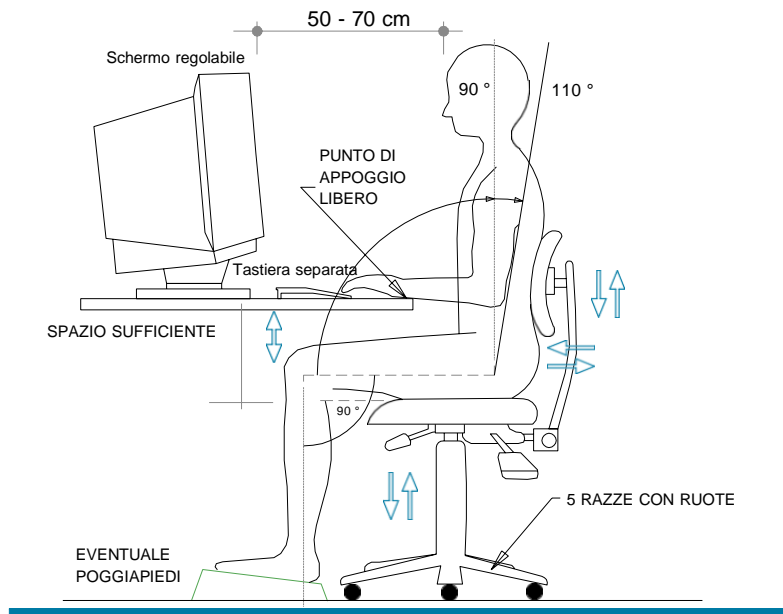

Figura 1 – POSTO DI LAVORO
- Con gli schermi comunemente in uso è consigliabile una distanza visiva compresa tra 50 e 70 cm (vedi figura 1). Per gli schermi molto grandi, è consigliabile una distanza maggiore.
- Il bordo superiore del monitor deve essere posto all'altezza degli occhi (vedi figura 1).